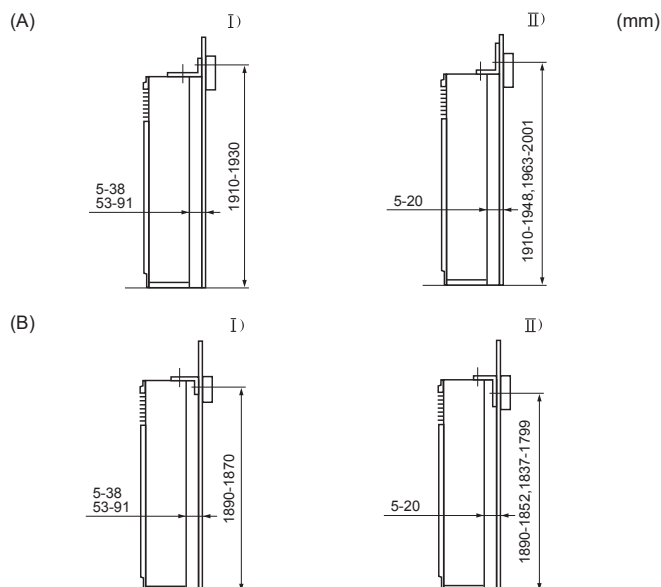

Fig. 3-3
- (1) Suporte de prevenção de queda
- (A) Parafusos de derivação 4 × 10 (com anilha)
- (B) Borda longa da unidade
- (C) Borda curta da unidade
O suporte de prevenção de queda (1) é fixado na face superior da unidade. Retire os parafusos de derivação (2) e instale o suporte como indicado na ilustração. Quanto às distâncias apropriadas para a instalação, consulte a Fig. 3-3.
- (D) Parafuso
- (E) Retire o parafuso (D) e puxe a grelha para a frente, para a retirar.
3.3. Montagem do suporte de prevenção de queda (Fig. 3-3)